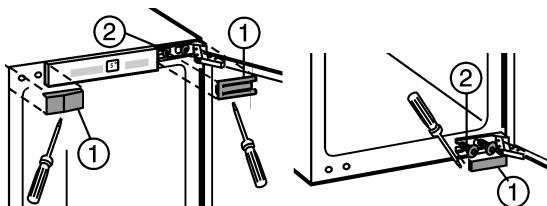

Fig. 1
- Abdeckteile Fig. 1 (1) abheben.
- Befestigungsschrauben Fig. 1 (2) nur lösen.
- Befestigungsschrauben Fig. 1 (2) oben und unten auf die Gegenseite umsetzen.
- Gerätetür in die vormontierten Befestigungsschrauben Fig. 1 (2) einhängen.
- Befestigungsschrauben Fig. 1 (2) **fest (mit 4 Nm)** anziehen.
- Abdeckteile Fig. 1 (1) wieder montieren.